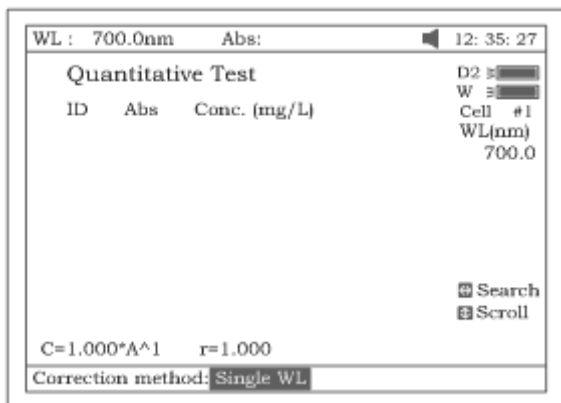

Рис. 28.
- Нажмите клавишу [УСТАНОВКА] для выбора метода коррекции и ввода значений длин волн. Предлагается три метода коррекции: по одной точке, изоабсорбция и по трем точкам, (см. рис.28).